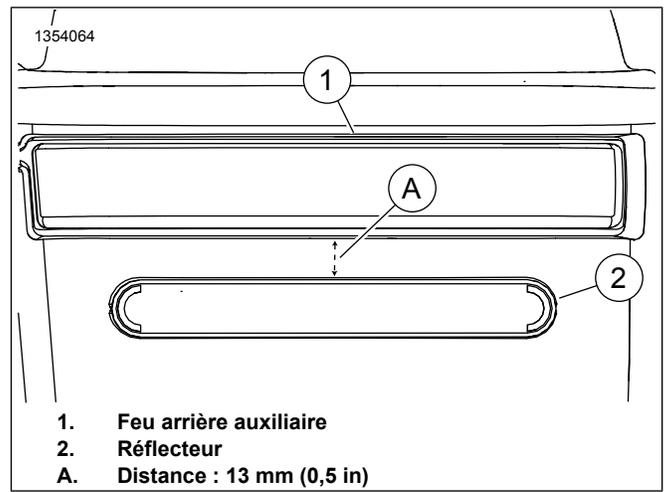

Figure 8. Emplacement du réflecteur
- b. Voir Figure 8 . Placer le réflecteur (2) en le centrant à l'arrière de la sacoche, Distance : 13 mm (0,5 in) en dessous du feu arrière auxiliaire (1).